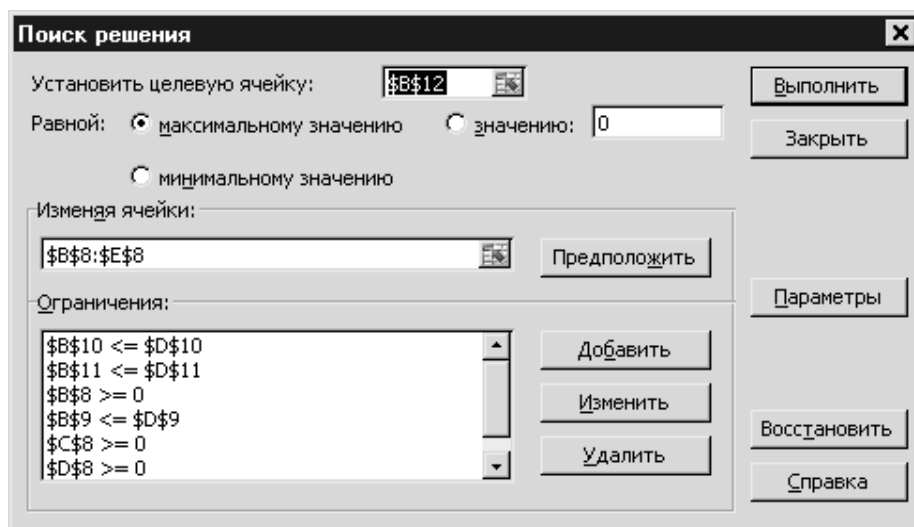

Рис. 7. Пример диалогового окна «Поиск решения»
2. Выполните команду *Сервис/Поиск решения* и появится диалоговое окно «Поиск решения» как показано на рис. 7.